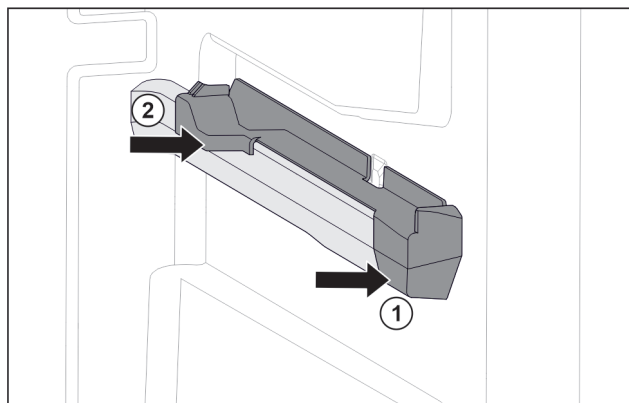

Fig. 57 Elemento inseribile sulla nervatura destra del contenitore
- Posizionare l'elemento inseribile sulla parte anteriore della nervatura del contenitore. Fig. 57 (1)
- Premere l'elemento inseribile sulla parte posteriore. Fig. 57 (2)